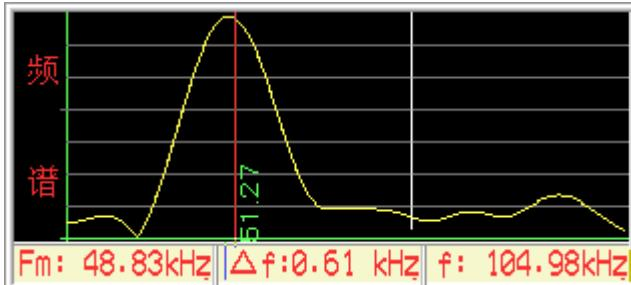

图 7.11 频谱分析区
频谱分析用于对超声采样获取的静态波形进行幅度谱分析。可以对从采样起点开始的 1024 个采样点进行分析，也可对屏幕范围内的时域波形中加窗口对指定波形段分析。分析过程采用 FFT 算法，速度较快。当前波形的进行频谱分析后，将幅度谱图显示在频谱区域内，同时在下方显示自动计算的主频（Fm）和频率分辨率（Δf）（如图 7.11 所示）。
游标在频域区域时，可用**③**、**④**键移动游标，同时在下方显示游标的值  $f$ ，按**采样**键，可将游标保留在频域窗口内，同时在保留的游标旁显示该位置的频率值（如图 7.11 中的红色游标）。此时按下**保存**键可将主频数据存储到当前测点处，覆盖原来的测试数据。按**采样**键进行下一个测点的测试。